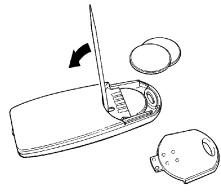

Abb. 10
2. Eine kleine nicht metallische Spitze in den Schlitz stecken – siehe Abbildung 10 – und die Batterien herauschieben